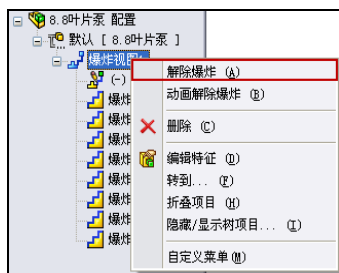

图 8-100 解除爆炸
- 05 如果需要取消爆炸视图的显示，单击【特征管理设计树】中的  【配置管理器】选项卡，右键单击【爆炸步骤】图标，在弹出的快捷菜单中选择【解除爆炸】命令，如图 8-100 所示，则爆炸视图被取消。